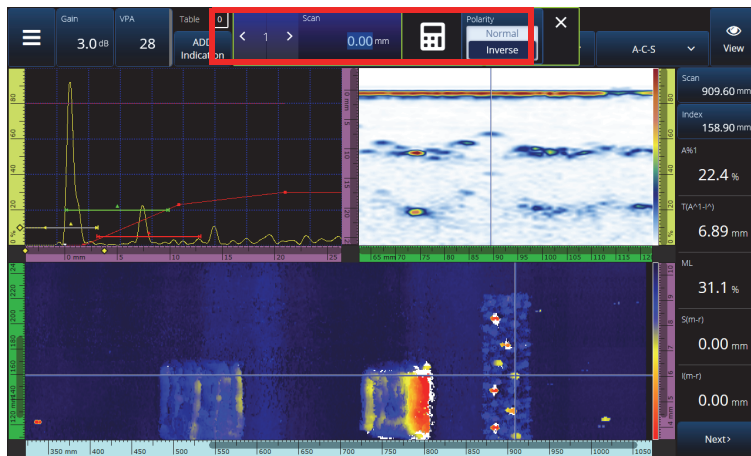

Figure 2-59 Passer directement à une position précise en tapant un numéro sur le clavier numérique
- c) Appuyez sur le paramètre **Scan** (Balayage) ou **Index**. Un menu s'ouvre permettant de saisir une nouvelle valeur à l'aide du clavier numérique ou d'inverser la polarité des codeurs (Figure 2-59 à la page 119).